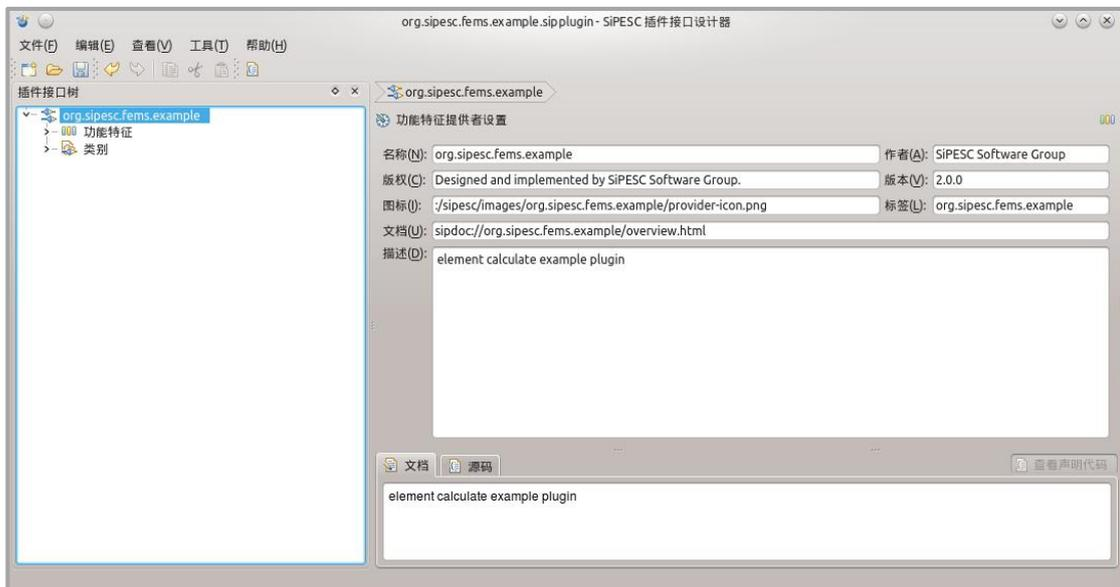

图 3-1
1. 使用插件设计器新建一个插件文件，填写插件名称，版本，描述等等信息，如图 3-1。